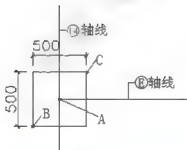

图 2.52 GZ3 的尺寸及位置
在⑬轴线和⑭轴线相交处绘制尺寸为500mm×500mm的构造柱GZ3，如图2.52所示。
① 单击【对象捕捉】工具栏上的【捕捉自】图标.
② 在指定第一个角点或 [倒角 (C) / 标高 (E) / 圆角 (F) / 厚度 (T) / 宽度 (W)]: FROM 基点: 提示下, 捕捉图 2.52 中的 A 点 (以 A 点作为确定矩形左下角的基点)。
(1) 单击【修改】工具栏上的【复制】图标(快捷键 C), 启动【复制】命令。
① 在选择对象: 提示下, 选择矩形柱, 并按 Enter 键进入下一步命令。
② 在指定基点或 [位移 (D)]: 位移: 提示下, 捕捉图 2.52 中的 A 点 (①轴线和⑥轴线的交点) 作为复制基点。